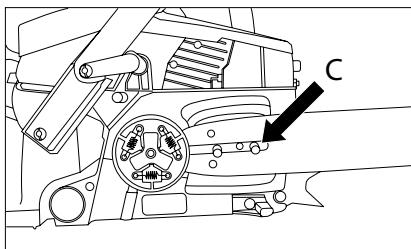

Fig. 6
4. L'ouverture du guide-chaîne doit coïncider avec les deux vis (C) (fig. 6).